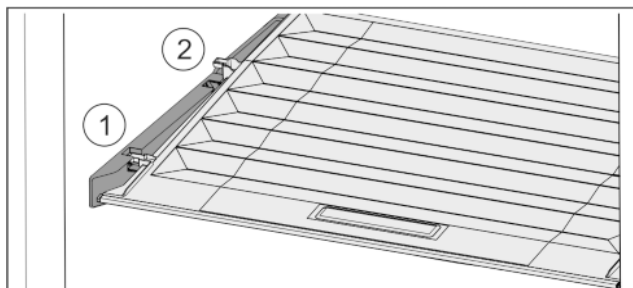

Fig. 30
- Потянуть крышку до отверстия в поддерживающих деталях вперед Fig. 30 (1).
- Поднять сзади снизу и извлечь Fig. 30 (2) движением вверх.